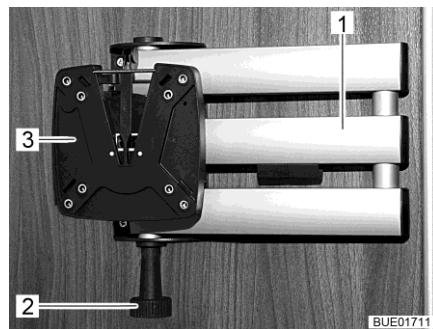

Bild 67 Fäste (tvådelad ledad arm)
- Dra i låsknappen (Bild 67,2). Den ledade armen (Bild 67,1) är upplåst.
- Vrid tillbaka den platta bildskärmen till utgångsläget, tills hållaren (Bild 67,3) hakar hörbart fast i låset.